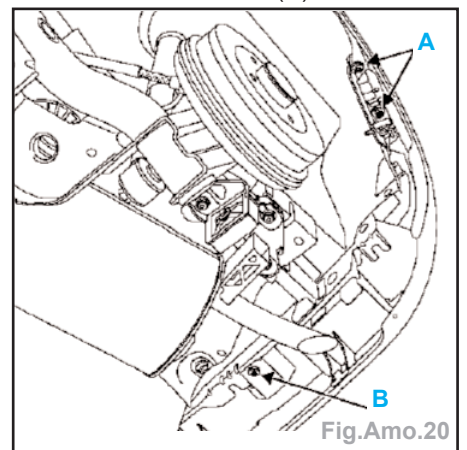

Fig.Amo.20
• les vis de fixation latérale (**A**) (Fig. Amo.20),